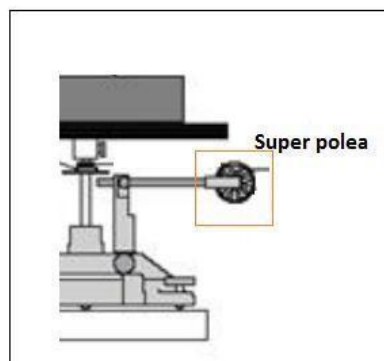

Figura 5. Montaje de la súper polea en el sistema rotacional.
5. Realice el montaje para la súper polea del sistema rotacional como se muestra en la **figura 5**.